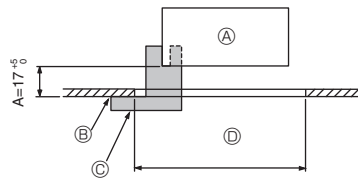

Fig. 9-2
9.2. Προετοιμασία στις γρίλιες για την τοποθέτησή τους (Fig. 9-2)
• Χρησιμοποιώντας τον μετρητή ② που παρέχεται μαζί με αυτό το κιτ, προσαρμόστε και ελέγξτε την τοποθέτηση της κύριας μονάδας σε σχέση με την επιφάνεια της οροφής. Εάν η κύρια μονάδα δεν τοποθετηθεί σωστά σε σχέση με την επιφάνεια της οροφής, μπορεί να επιτρέψει διαρροές αέρα ή να προκληθεί συγκέντρωση σταγόνων λόγω συμπύκνωσης.